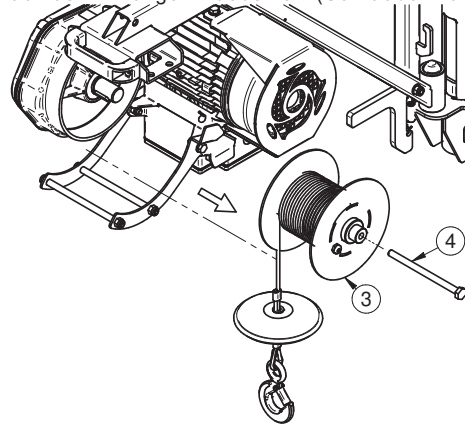

Abb. 4.2
2) Ziehen Sie die Trommel heraus (Ref. 3, Abb. 4.2). Sollte sie stecken bleiben, verwenden Sie eine Schraube 5739 M16x150 (Ref. 4, Abb. 4.2) als Abzieher zum Aufschrauben auf den Innengewindebolzen (Schraube nicht mitgeliefert).